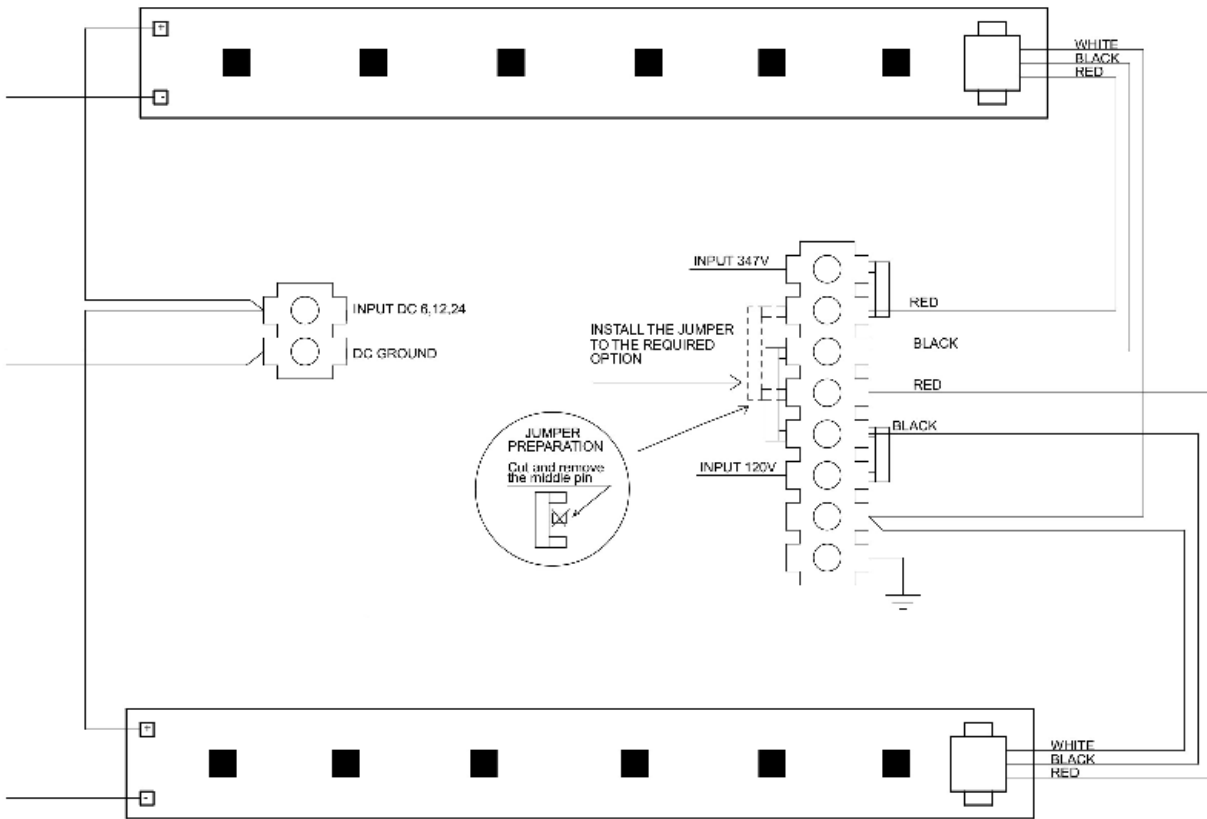

Fig.4 - IB VERSION
- For internal battery Sign Unit, connect battery as shown on Fig. 4.
- Pour l'Unité Enseigne avec la batterie intérieure, connecter la batterie comme indiqué sur la Fig. 4.